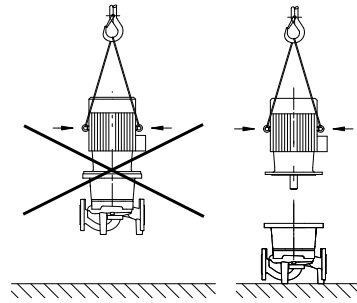

Fig. 7: Moottorin kuljetus
- Moottorissa olevia kuljetussilmukoita saa käyttää vain moottorin kuljetukseen, ei koko pumpun kuljetukseen (Fig. 7).